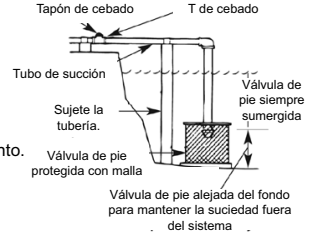

Figura 5C: Instalación en el lago
1. Proteja el extremo del tubo de succión, la válvula de pie y el colador con una malla (Consulte la Figura 5C).